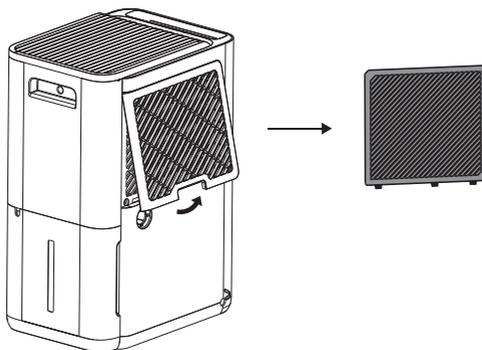

Рис. 5.
8. Чистка фильтра (Рис. 5). Достаньте фильтр, промойте его в мыльной воде, прополощите в чистой воде, высушите и вставьте на место. В среднем, необходимо проводить чистку фильтров не реже чем раз в две недели при постоянном использовании. иначе производительность прибора может снизиться.